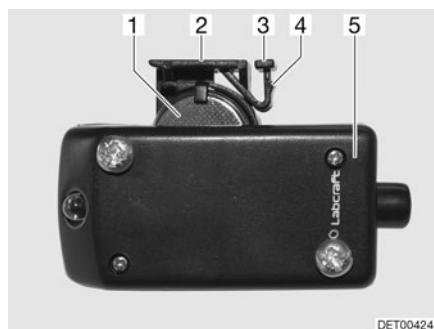

Fig. 187 Eclairage de la penderie avec compartiment de pile ouvert
- Repousser avec précaution la patte de retenue (Fig. 187,3) sur la partie supérieure de l'éclairage de la penderie (Fig. 187,5). Le bec (Fig. 187,4) est libéré sur patte de retenue.
- Tirer le support de pile (Fig. 187,2) vers le haut.
- Retirer la pile bouton (Fig. 187,1) du support.